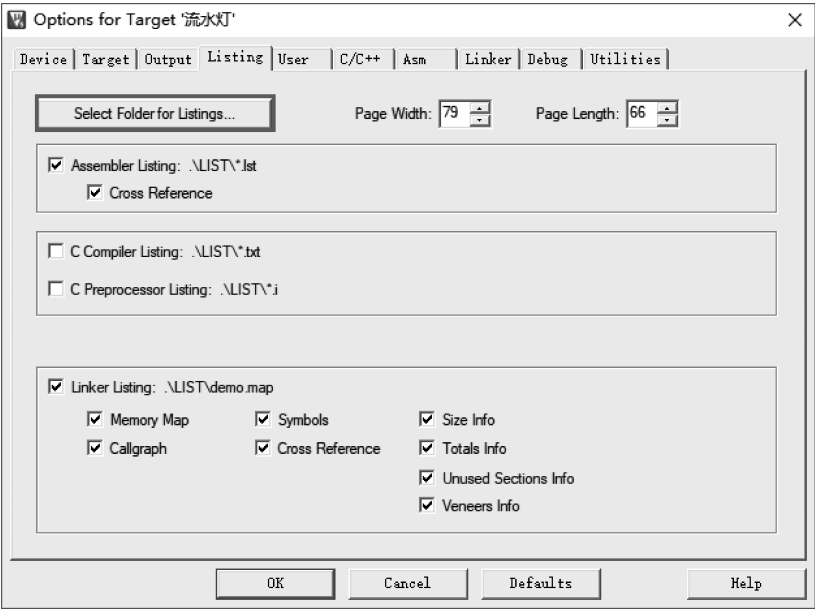

图 3-5 Listing 选项卡
(4) 在 Listing 选项卡中, 单击 Select Folder Listings... 按钮, 定位到模板中的 Listing 文件夹, 如图 3-5 所示。
(5) 在 C/C++ 选项卡上需要设置的比较多。
① 在 Define 里输入添加 STM32F10X_HD, USE_STDPERIPH_DRIVER 两个宏。添加 USE_STDPERIPH_DRIVER 是为了屏蔽编译器的默认搜索路径, 转而使用添加到工程中的 ST 的库, 添加 STM32F10X_HD 是因为用的芯片是大容量的, 添加了 STM32F10X_HD 宏之后, 库文件为大容量定义的寄存器就可以用了。芯片是小或中容量时, 宏要换成 STM32F10X_LD 或者 STM32F10X_MD。
② 在 Include Paths 栏添加库文件的搜索路径, 就可以屏蔽掉默认的搜索路径。
③ 当编译器在指定的路径下搜索不到时, 还是会回到标准目录去搜索, 就像有些 ANSI C 的库文件, 例如 stdin.h、stdio.h。